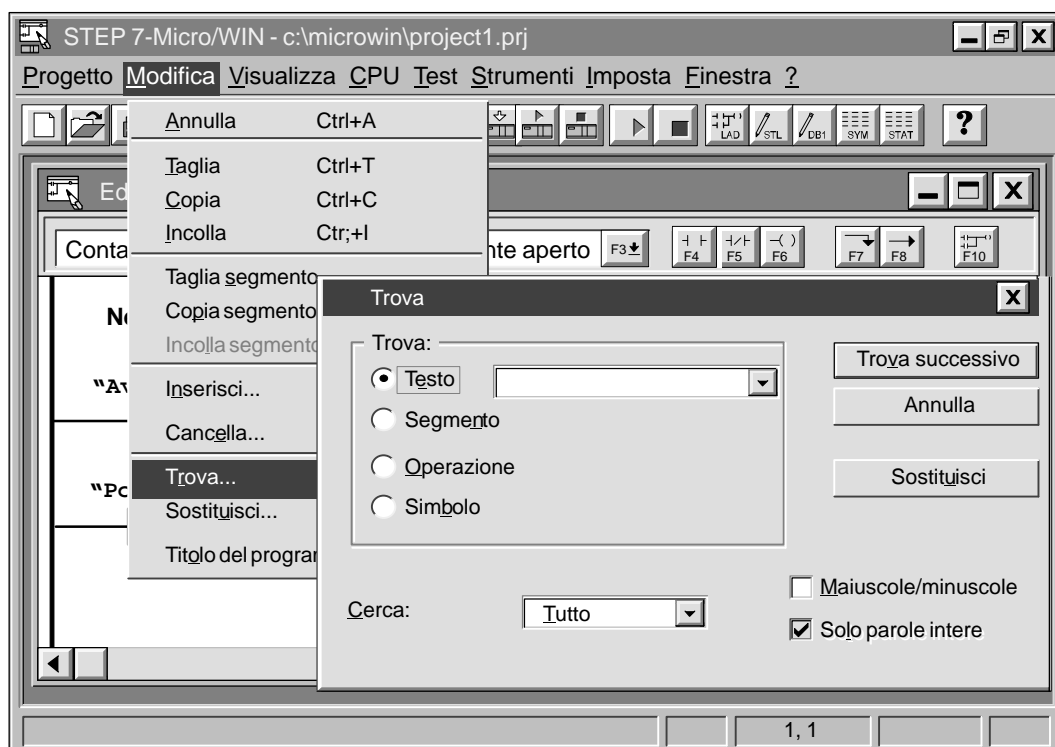

Figura 5-21 Finestra di dialogo Trova
La funzione Trova consente di ricercare un parametro specifico, la funzione Sostituisci consente di sostituirlo. Vedere la figura 5-21.
1. Selezionare **Modifica Trova...**. La figura 5-21 riporta la finestra di dialogo Trova.